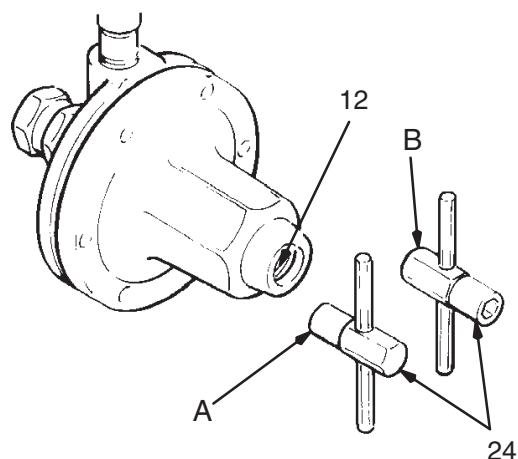

Fig. 3
- a. *Régulateurs à ressort uniquement (voir Fig. 3).* On peut ouvrir complètement le régulateur de deux manières:
- À l'aide du bout mâle (B) de la clé du régulateur (24), tourner la vis de réglage à six pans creux (19) à fond dans le sens *antihoraire*. Le réglage de pression sera maintenu.
- À l'aide du bout femelle (A) de la clé du régulateur (24), tourner la vis de réglage à six pans creux (12) à fond dans le sens *horaire*. Il faudra régler à nouveau la pression après le rinçage.
c. *Régulateurs à ressort uniquement (voir Fig. 3).* On peut régler le régulateur de deux manières:
- À l'aide du bout mâle (B) de la clé du régulateur (24), tourner la vis de réglage à six pans creux (19) à fond dans le sens *horaire*. Vérifier que le réglage de pression n'a pas changé.
- À l'aide du bout femelle (A) de la clé du régulateur (24), tourner la vis de réglage à six pans creux (12) à fond dans le sens *antihoraire* pour revenir au réglage de pression voulu.
1. Fermer le régulateur: insérer la partie femelle (A) de la clé (24) dans la vis de réglage (12) et la tourner dans le sens antihoraire pour relâcher la tension du ressort. Voir Fig. 3.
3. Tourner ensuite la clé (24) dans le sens *horaire* pour augmenter la pression produit. Voir Fig. 3. Procéder au réglage pour obtenir le profil de jet désiré.